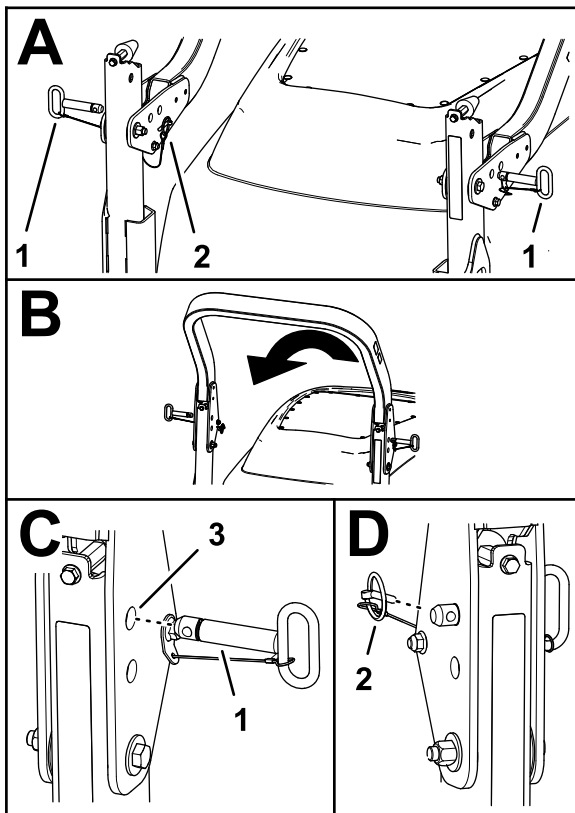

Bild 52
2. Entfernen Sie die Klappstecker, mit denen die Überrollbügelstifte auf beiden Seiten des Überrollbügels befestigt sind (Bild 52).